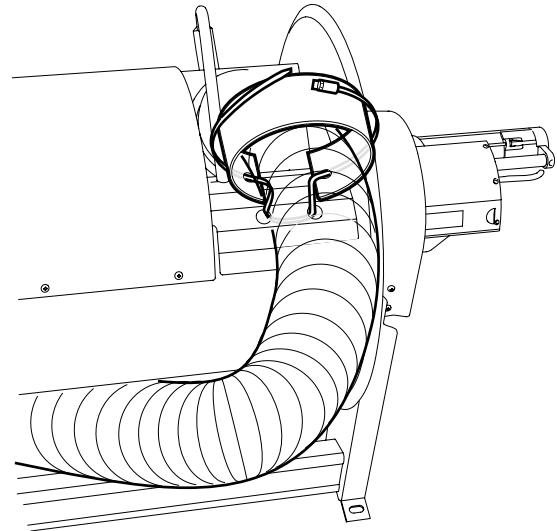

Fig. 11
- 7. Asegure la manguera con una película de caucho y una abrazadera de manguera de acuerdo con la Fig. 11.